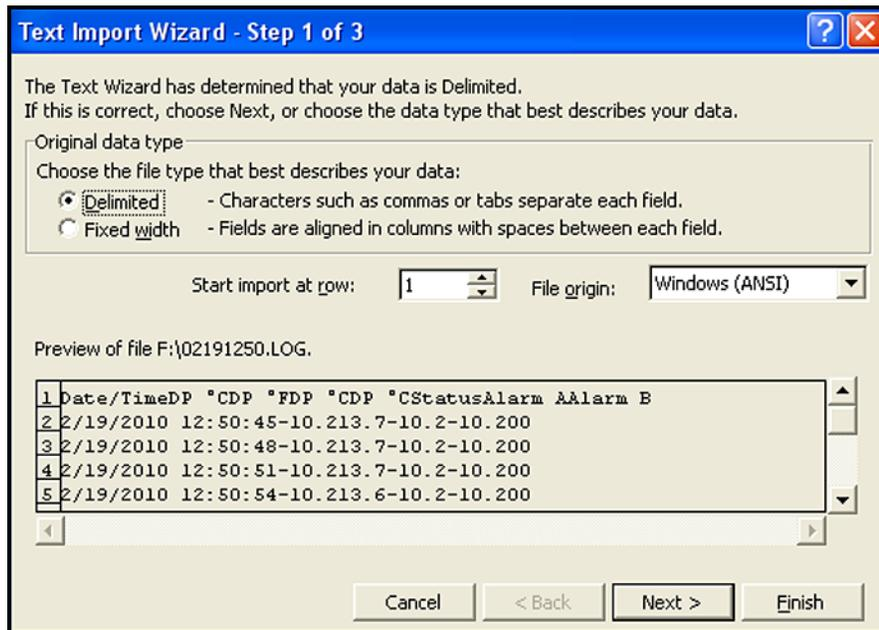

Рисунок 59: Мастер импорта Microsoft Excel - Шаг 1
1. Удостоверьтесь в том, что тип файла установлен на "All Types", а затем откройте выбранный файл регистрации двойным щелчком по имени файла. Откроется окно, подобное тому, что изображено *Рисунок 59* ниже.